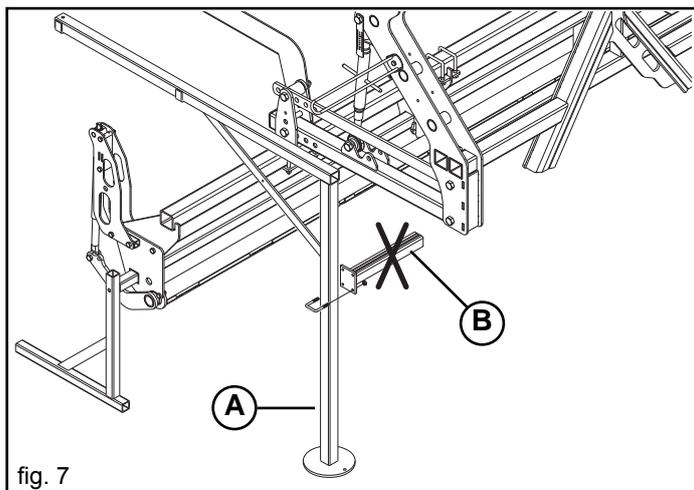

fig. 7
- extraire les pieds de support avant (A, Fig. 7) (à droite et à gauche);
- dévisser les écrous et retirer l'attelage (B, Fig. 7);